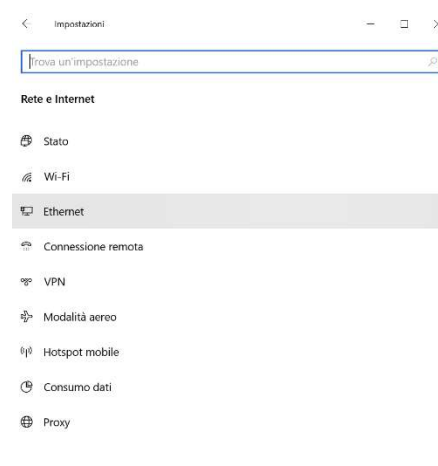

Fig. 3
4. Scegliere ancora Ethernet (Fig.3) e si aprirà il menù di (Fig. 4)